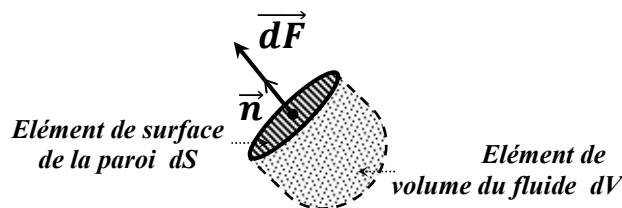

Figure 3. Pression exercée par un fluide
- gaz enfermé dans un cylindre à piston mobile (*figure 3*).